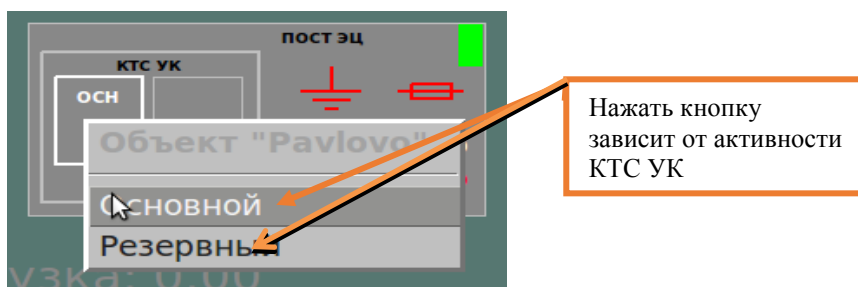

Рисунок 3. Выбор активности КТС УК.
7.2.3 Вызвать меню управления путем выбора правой кнопкой «мыши» на плане станции элемента контроля «Пост ЭЦ». В меню управления выбрать соответствующий комплект КТС УК нажатием левой кнопки «мыши» (Рисунок 3).